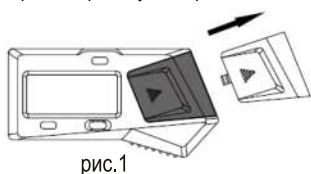

рис.1
- Снимите крышку батарейного отсека (рис.1)